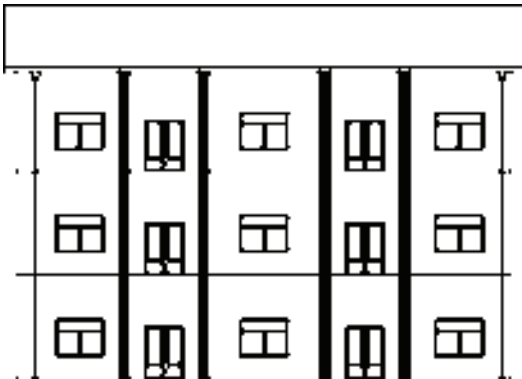

图 11-74 打开素材
1) 按〈Ctrl+O〉组合键，打开配套光盘提供的“第 11 章/11.3.9 立面轮廓.dwg”素材文件，结果如图 11-74 所示。